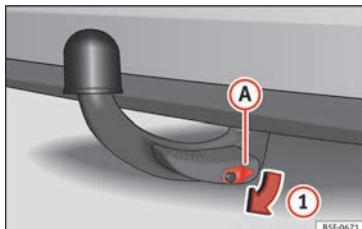

Fig. 221 Retirar la tapa de la cerradura
- Extraiga la tapa (A) de la cerradura en el sentido de la flecha (1) » » » **fig. 221.**